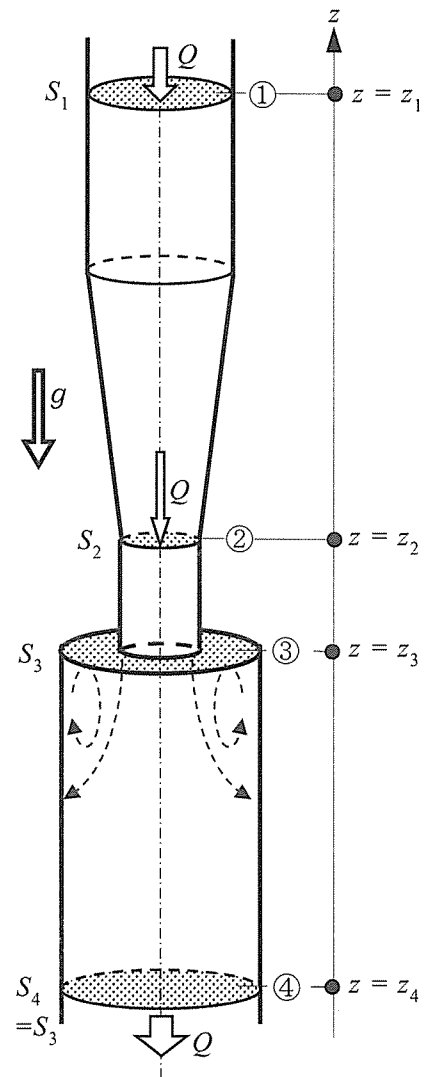

図1
図1に示す通り、断面積が流れ方向に変化する管路内を密度 ρ の流体が鉛直下向き（ $-z$ 方向）に流れている。断面①（断面積 S_1 ）と断面②（断面積 S_2 ）では、断面内の流速および圧力はそれぞれ V_1 と V_2 および p_1 と p_2 で一定である。管路が急拡大する断面③（断面積 S_3 ）では、断面内の圧力は p_3 で一定であり、中央の開口部分（断面積 S_2 ）のみ V_2 と等しい流速を持つ。断面④（断面積 $S_4=S_3$ ）では断面内の流速と圧力は V_4 、 p_4 で一定である。